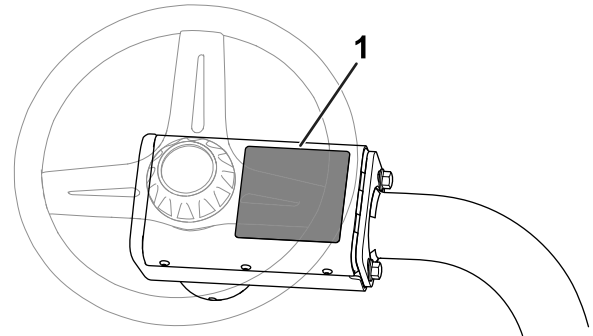

Figura 12
- **Autocolant de avertizare CE:** Aplicați eticheta de avertizare CE (nr. piesă 139-8321) peste autocolantul de avertizare existent (nr. piesă 139-8320) pe capacul volanului; consultați Figura 12.